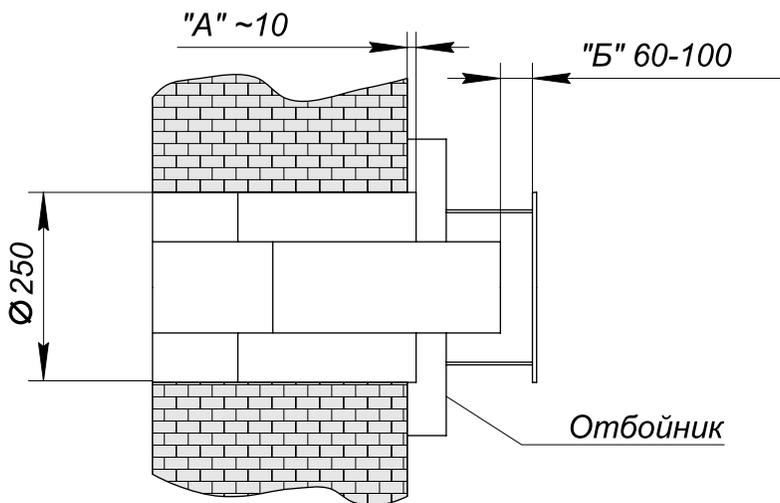

Рис. 3. Установка дымовоздушного блока
- 6.3.5. На выступающий газоход установить отбойник и закрепить его к стене (рис. 3)